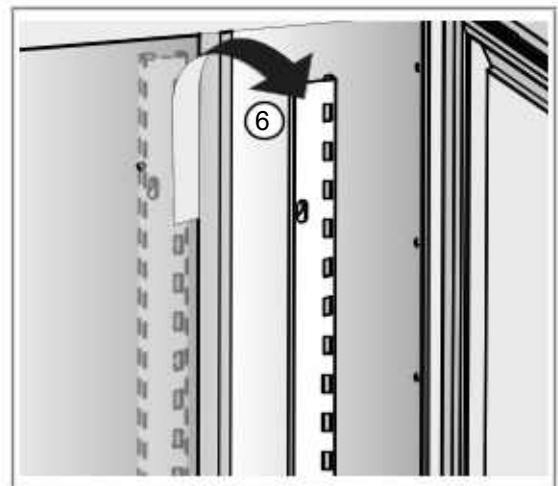

Abb. 6.4 - Stahloberflächen reinigen
3. Reinigen der abgeriebenen Zellen (6 - Abb. 6.4)